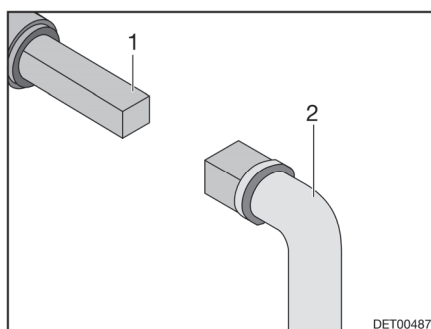

Fig. 145 Manejo del grifo para la eliminación de aguas residuales
- Insertar la llave (Fig. 145,2) en el cuadrado (Fig. 145,1).